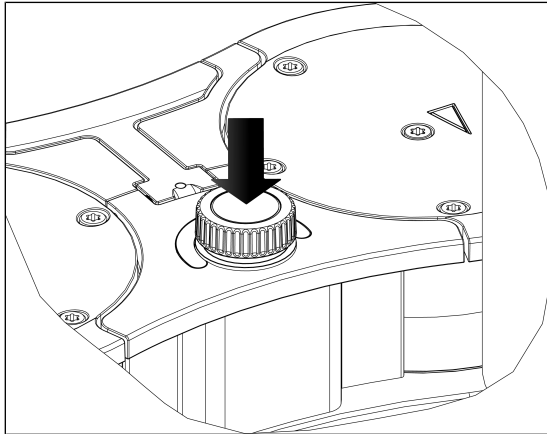

Abb.8: Pumpbetrieb des Vakuumsystems starten und stoppen mit Dreh-/Druckknopf
- Starten Sie den Pumpbetrieb des Vakuumsystems durch Drücken des Dreh-/Druckknopfs (siehe Abb. 8).